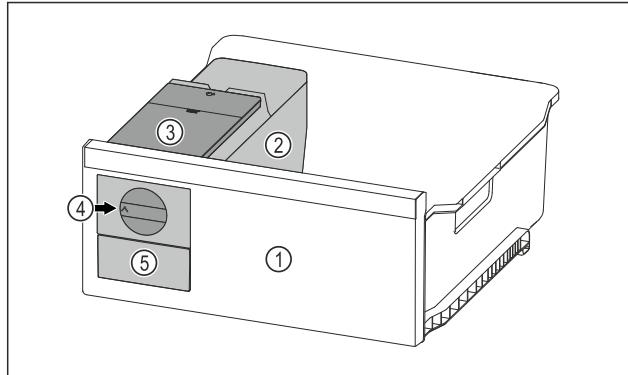

Fig. 66 Ілюстративне зображення
- Поворотну ручку Fig. 66 (4) повернути за годинниковою стрілкою до упору.
- Кубики льоду випадають із ванночки для кубиків льоду у висувний ящик для кубиків льоду Fig. 66 (5). Якщо не всі кубики льоду виймаються з ванночки для кубиків льоду: